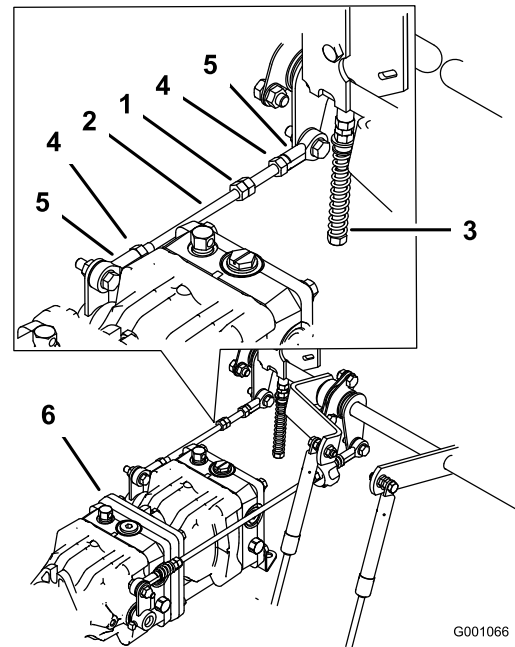

Bild 74
- Ziehen Sie die Klemmmuttern an den Kugelgelenken fest (Bild 74).
- Lockern Sie die Sicherungsmuttern an den Kugelgelenken der Pumpensteuerungstange (Bild 74).
- Stellen Sie die Länge der Pumpstange ein, indem Sie die Doppelmutter an der Stange so weit in die entsprechende Richtung drehen, bis das Rad stillsteht oder sich leicht zurückdreht (Bild 74).